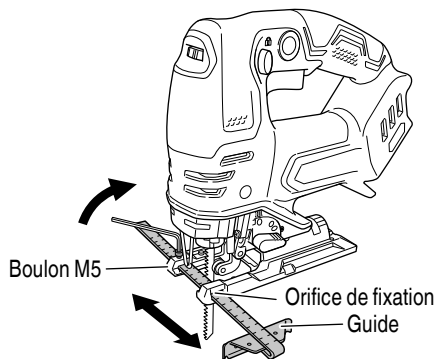

Fig. 26
- (3) Fixer le guide en le faisant passer dans l'orifice de fixation de la base et serrer le boulon M5. (Fig. 26)